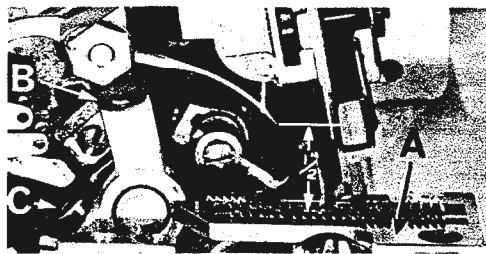

Fig. 3
Bei festgeschraubter Stichplatte (A) soll die Nadelspitze zentrisch im vorderen Teil des Stichloches einstecken. Bei Höchststellung der Nadel soll der Abstand von Nadelspitze bis Stichplatten-Oberfläche (A, Fig. 3) $1/2'' = 12,7 \text{ mm}$ betragen für die Maschinen 39500 QA, QB, QP, QY, RF, RM, RS, SE, SG, SV, SW, TA, TD und TE. Und $15/32'' = 11,9 \text{ mm}$ für Maschinen 39500 RA, RR, SF und TH. Zum Einstellen kann die Nadelhöhen-Einstellehre Teil Nr. G 21227 F benutzt werden. Zwecks Einstellung des Nadelhebels (B, Fig. 3) ist die Pratzschraube (C) zu lösen und der Nadelhebel radial oder axial je nach Erfordernis einzustellen. Als dann ist die Stichplatte wieder zu entfernen.
With throat plate assembled in position, needle should center in the front end of needle slot. When needle is at high position, needle point should be set $1/2'' = 12,7 \text{ mm}$ above throat plate (A, Fig. 3) for Styles 39500 QA, QB, QP, QY, RF, RM, RS, SE, SG, SV, SW, TA, TD and TE. And $15/32'' = 11,9 \text{ mm}$ for Styles 39500 RA, RR, SF and TH. To align needle or set the height above the throat plate, move needle driving arm (B, Fig. 3) by loosening clamp screw (C). After needle has been set properly, tighten screw (C) and remove throat plate.